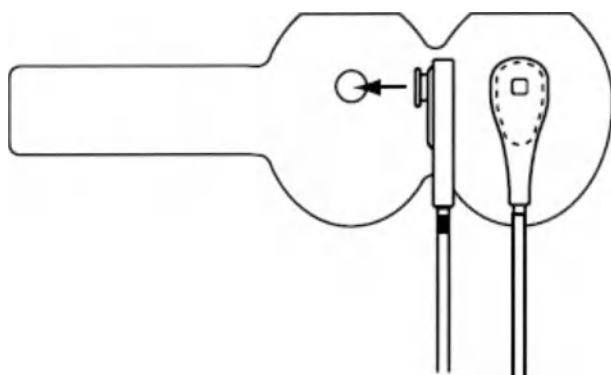
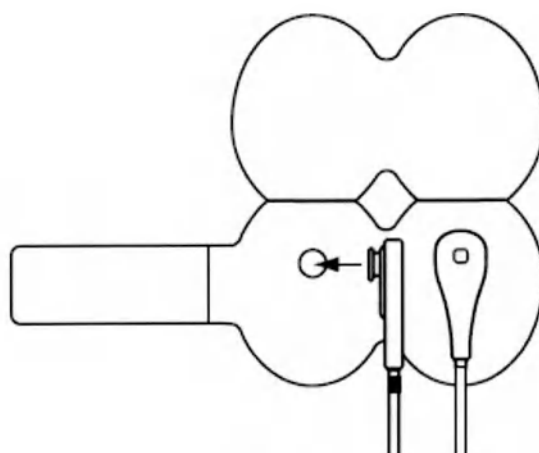
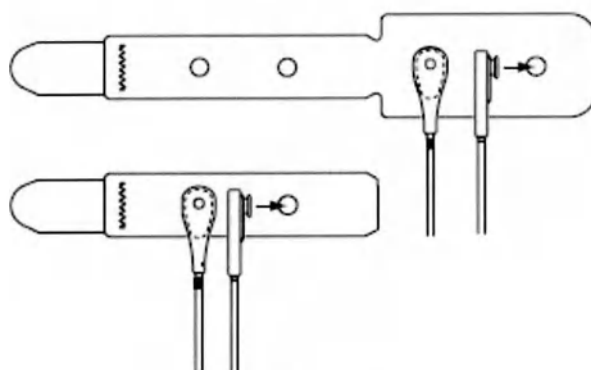

Рис. 5.1.50.
Рис. 5.1.51.
Рис. 5.1.52.
2. См. Рис. 5.1.50. Нажмите «кнопку» на подушечку излучателя (кабель помечен красным индикатором) через отверстие с левой стороны рис. 5.1.51. и другую кнопку на подушечке детектора через отверстие на правой стороне рис. 5.1.52.